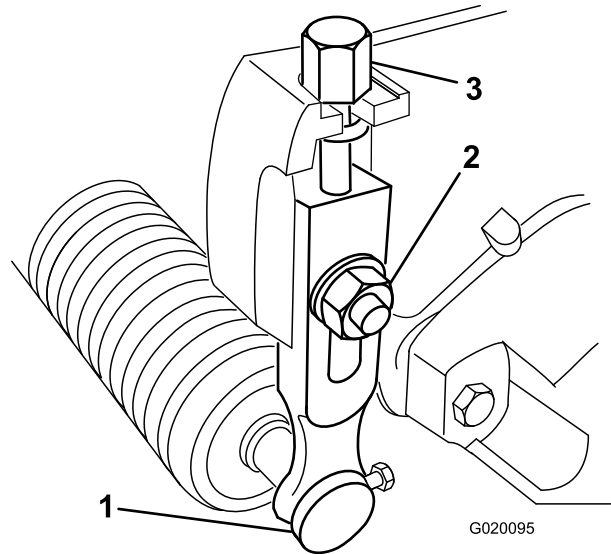

Figura 8
- 1. Afloje las contratuercas que fijan los brazos de altura de corte a las chapas laterales de la unidad de corte (Figura 8).